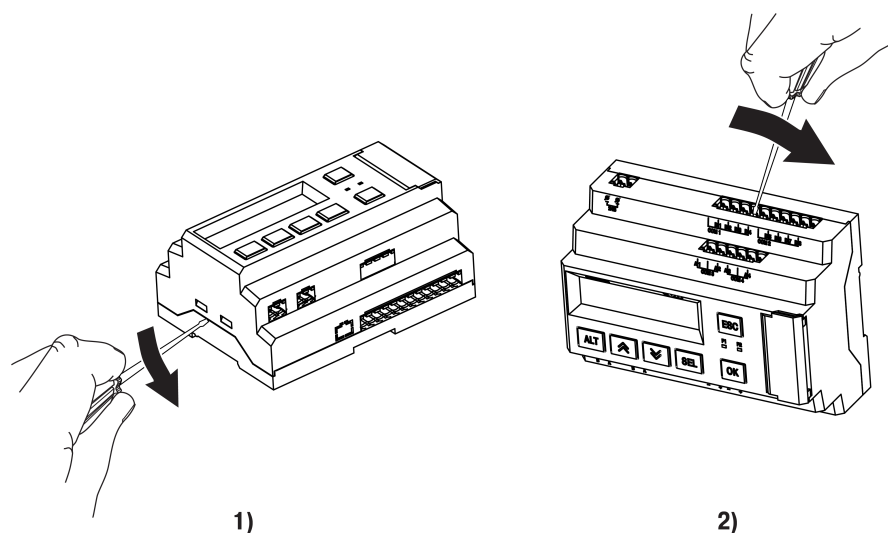

Рисунок 8.9 – Схема разборки ПР200. Снятие верхней крышки
2. Снять верхнюю крышку. Для этого отверткой вывести из зацепления защелки основания из отверстий в торцевых поверхностях крышки (см. рисунок 8.9, 1). Приподнять крышку над основанием.
3. Отверткой отогнуть крышку от разъемов на среднем уровне с двух сторон (см. рисунок 8.9, 2). Усилие следует прикладывать у нижних разъемов.